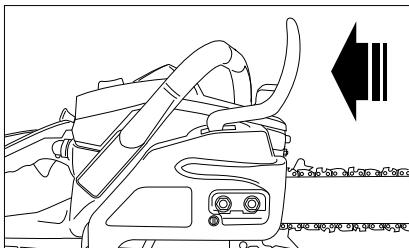

Рис. 4
- Установите щиток тормоза цепи в рабочее положение, потянув рычаг на себя. Убедитесь, что цепь вращается вокруг шины (рис. 4).